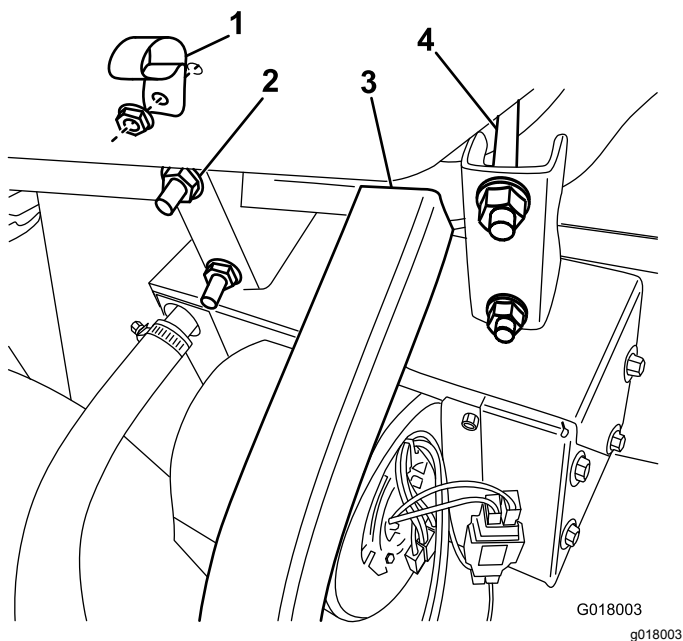

Figura 22
3. Fixe o aquecedor e o conjunto do suporte ao tubo da estrutura da frente, encostado à estrutura em U, utilizando as cavilhas em U quadradas e as porcas flangeadas fornecidas (Figura 22).
4. Fixe o grampo em R ao porta-luvas com um parafuso de cabeça flangeada e porca (Figura 22).